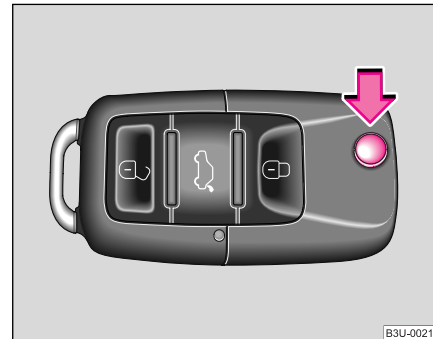

Fig. 18 Cheia rabatabilă
- Apăsați butonul de deblocare ♥ fig. 18, pentru a rabate cheia în ambele sensuri.